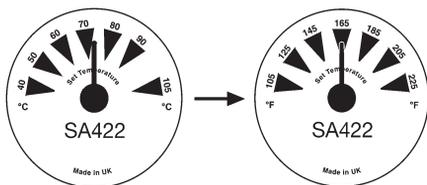

Fig. 3
1. Smontare il tappo antimanomissione (6) e con un cacciavite adatto posizionare l'indicatore (3) sulla graduazione intermedia (1).
2. Smontare il coperchio trasparente (2).
3. Smontare l'indicatore di temperatura (3).
4. Smontare la scala dell'indicatore di temperatura (4) e rimontarla dal lato con le indicazioni in °C o °F (Fig. 3) secondo la necessità.
5. Riposizionare l'indicatore nella posizione intermedia (1).
6. Rimontare il coperchio trasparente (2).